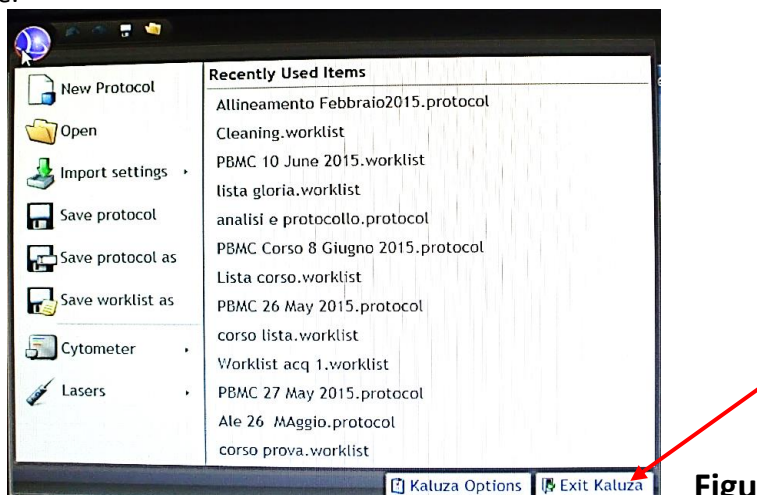

Figura 19
1.4.1.2. NON Inizializzare lo strumento ma cliccare con il tasto sinistro del mouse sull'icona blu in alto a sinistra della finestra di dialogo mostrata in Figura 19, selezionare "Exit Kaluza" in modo da chiudere il programma e consentire agli altri utenti di potere successivamente utilizzare il software di acquisizione.